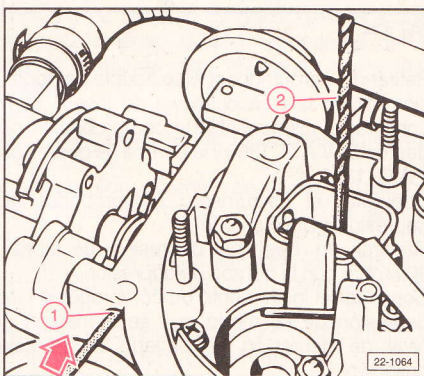

Fig. 2.68
Oprimir a tope la varilla de accionamiento de la mariposa de aire en dirección de la caja pulldown (Fig. 2.68) (flecha) recurriendo al tornillo de ajuste (1). En esta posición, comprobar la abertura de la mariposa con un calibrador de surtidores o con una broca (2). En caso necesario, realizar el ajuste correspondiente con el tornillo de ajuste (1). (Valor teórico: $2,0 \pm 0,1$ mm).